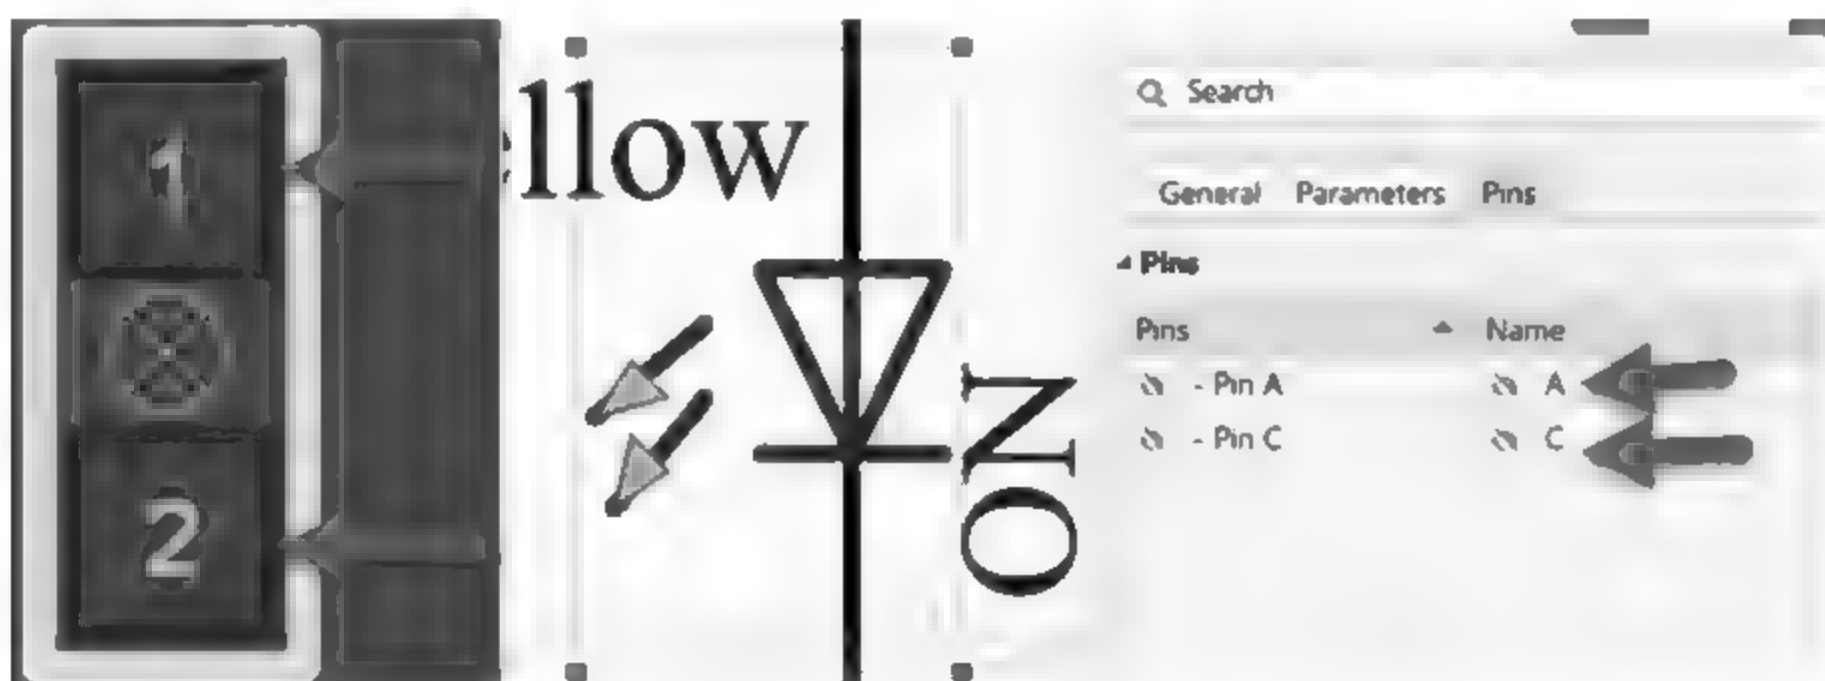

图 8-27 元件符号管脚和封装的管脚标号不一致
(2) 如果仍然有问题, 检查原理图元件管脚和封装的管脚标号是否一致。如图 8-27 所示, 原理图元件管脚标号是 A、C, 而封装的管脚标号是 1、2。